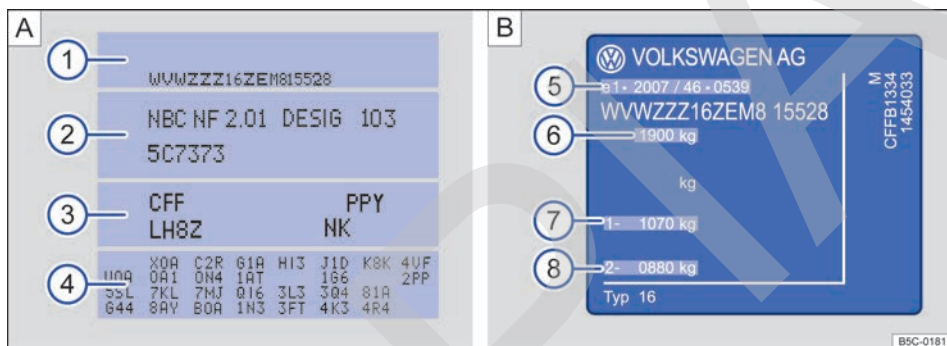

Fig. 193 A) Portadatos del vehículo: en la figura, por ejemplo, con letras distintivas del motor CFFB 3) B) Placa de modelo.
El adhesivo portadatos del vehículo → fig. 193 A) va pegado en el lado interior de la cubierta del manual de instrucciones y en el maletero, en la zona de la cavidad de la rueda de repuesto. En él figuran los siguientes datos:
- 3) Letras distintivas del motor y del cambio, referencia de la pintura, equipamiento interior. En el ejemplo las letras distintivas del motor son "CFFB" → fig. 193.
La placa de modelo → fig. 193 B se encuentra en la parte inferior del montante de la puerta del conductor. Se ve abriendo esta puerta. Los vehículos destinados a determinados países no llevan placa de modelo.